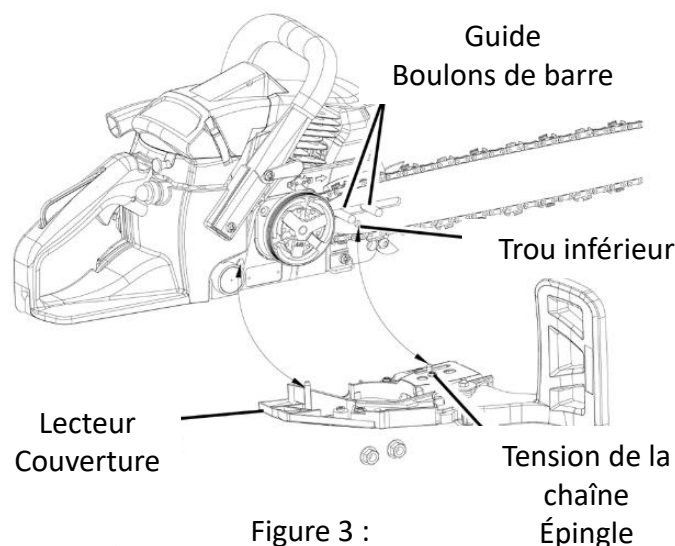

Figure 3 :
4. Placez l'extrémité fendue du guide de la chaîne Barrez-vous sur les boulons de la barre de guidage et placez le Chaîne de scie sur le pignon d'entraînement. Reportez-vous à la section Figure 3.